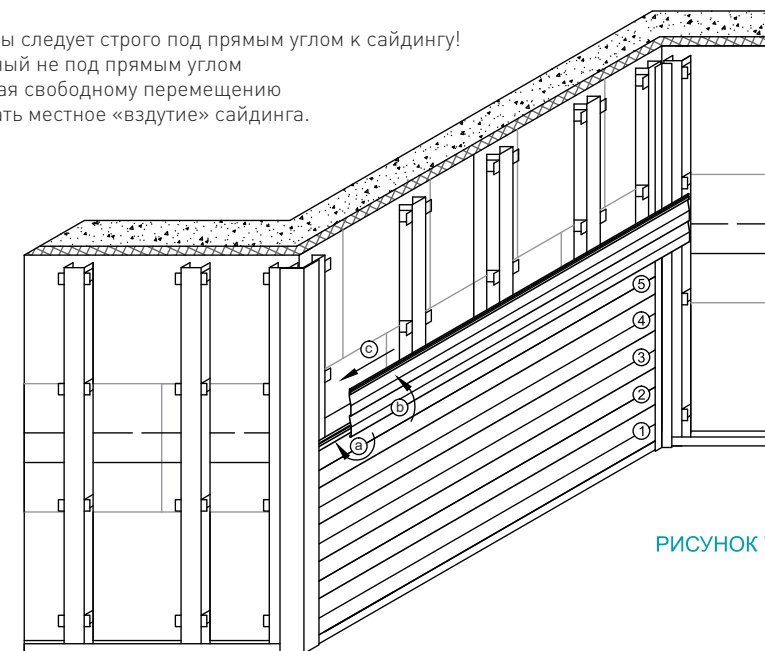

РИСУНОК 7
- Устанавливаемую панель нужно сначала соединить с нижней панелью (или со стартовой полосой) и подтолкнуть вверх до защелкивания «замка» (рисунок 7). После этого панель можно прикручивать. При этом ее нельзя натягивать или сильно прижимать, она должна висеть на точках крепления без напряжения, сохраняя свою естественную форму. Сильное натяжение может стать причиной неправильного соединения с другими панелями и деталями. Избегать следует как излишне плотного крепления, так и болтающихся панелей.
РИСУНОК 7а
РИСУНОК 7б
РИСУНОК 7в
РИСУНОК 7г